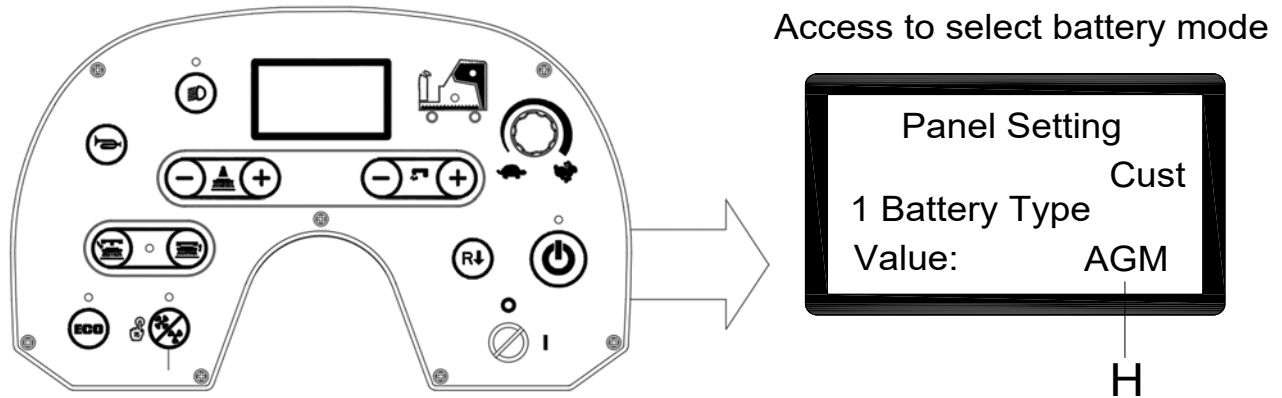

Figura 6
1. Pulse al mismo tiempo el botón del caudal de agua «->» (A, figura 6) y «+» (B, figura 6).
2. Introduzca la llave de encendido (C, figura 6) y colóquela en la posición «I».
3. Varios segundos más tarde, entre en la pantalla de selección del modo de batería (figura 6).
4. Pulse el botón del caudal de agua «->» (A, figura 6) y «+» (B, figura 6) para seleccionar el modo de batería (H, figura 6)
5. Al cabo de 3 segundos aparece «Actualización OK» esto quiere decir que la actualización se ha realizado correctamente, reinicie la máquina. (C, figura 6).